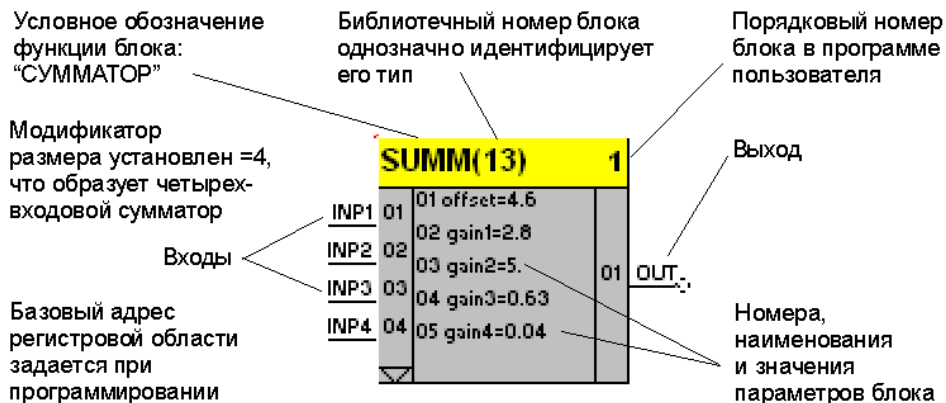

Рисунок 2.2 - Функциональный блок сумматора
**Функциональный блок** - это графическое изображение вызова одной из функций. Графически каждый функциональный блок можно представить в виде прямоугольника (см. рис.2.2), внутри которого имеется обозначение функции, выполняемой блоком. Входы функционального блока соединяются связями с другими блоками. Один или несколько функциональных блоков соединенные связями между собой, образуют программу на языке FBD.
Так, например, на рис.2.2, на вход сумматора поступает 4 сигнала. Эти сигналы суммируются с учетом соответствующих масштабных коэффициентов, которые указаны в параметрах, добавляется смещение и результирующий сигнал поступает на выход функционального блока.
Таким образом, на выходе функционального блока сумматора формируется сигнал, который зависит от входных сигналов и установленных параметров и для примера на рис. 2.2, может быть представлен математической зависимостью: